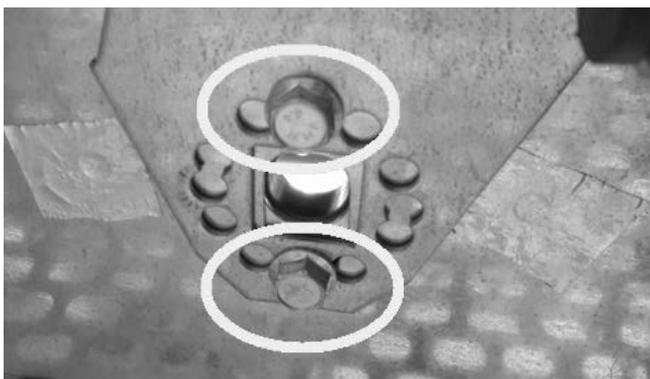

Fig. 36 - Retirer les vis
- Pour le remplacement des fusibles dans la prise électrique qui se trouve à l'arrière du poêle retirer le couvercle en plastique à l'aide d'un tournevis plat (voir **Fig. 36**) et retirer les fusibles à remplacer.